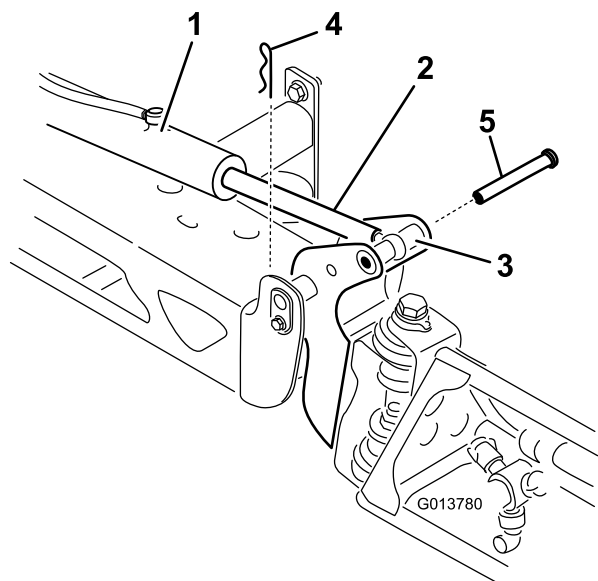

図 63
2. ピボット・ピンからコッターピンを抜き取る（図 63）。
3. ブームを持ち上げて、ピンを外す（図 63）。ブームをゆっくりと床まで降下させる。
8. ブームを持ち上げて、ピボットをアクチュエータ・ロッドに整列させる。ブームを支えながら、ブームのピボットとアクチュエータ・ロッドにピンを通す（図 63）。